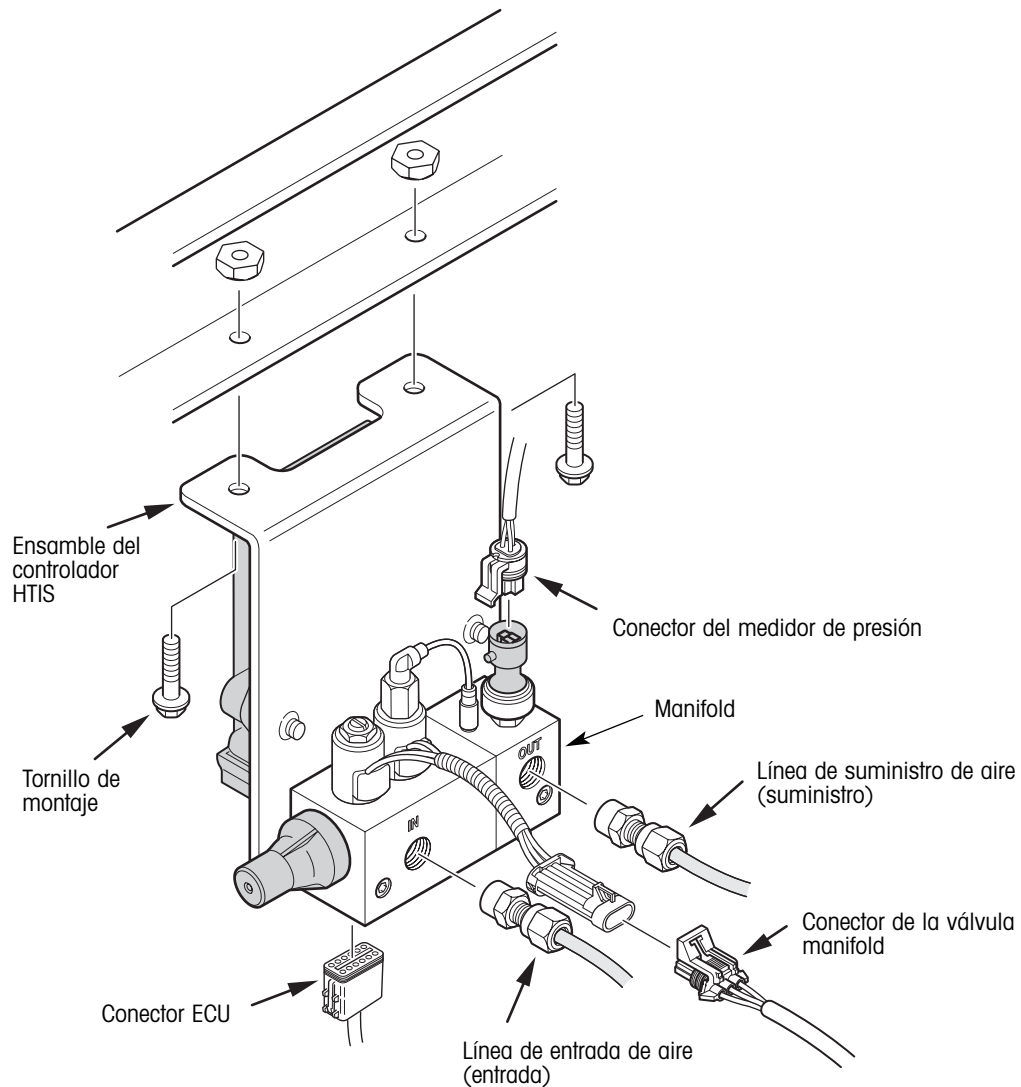

Figura 1. Removiendo un ensamble del controlador HTIS existente
2. Desconecte el conector del medidor de presión (figura 1).